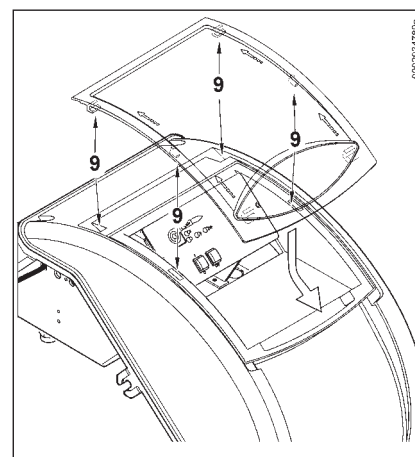

Fig. 5
- 5) Pour un placement correct de la porte transparente sur le tableau procéder comme indiqué dans la fig. 5 : positionner les crochets correspondant aux logements respectifs (9). Faire glisser la porte en direction de la flèche jusqu'à entendre un déclic de manière à garantir l'étanchéité.